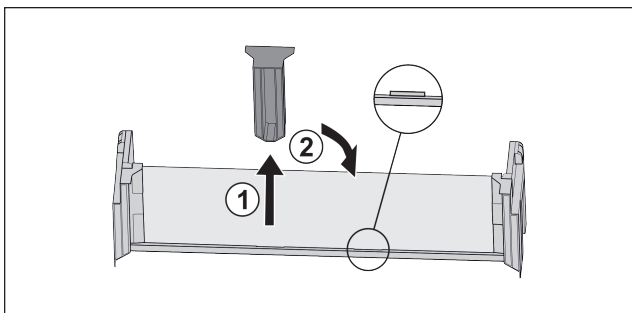

Fig. 18 *
- ▶ Estrarre l'elemento di supporto centrale Fig. 18 (1).*
- ▶ Inserire l'elemento di supporto centrale sulla seconda posizione Fig. 18 (2).*